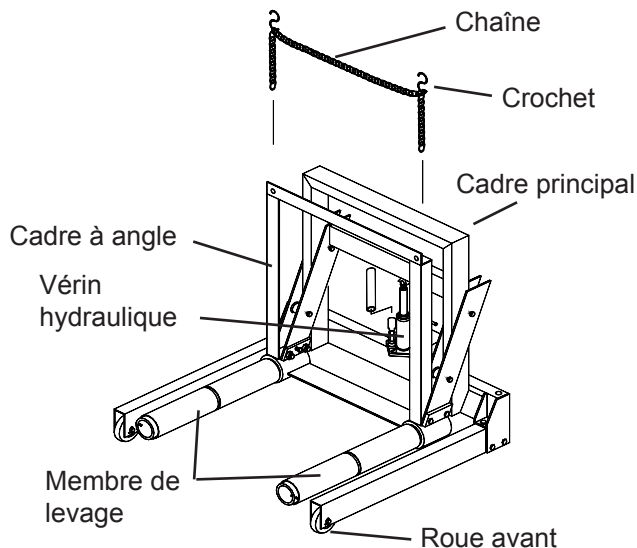

Figure 1 : Composants du chariot porte-roues 47050C
Assemblage 47050C (voir les figures 1 et 3)
3. Afin de vous familiariser avec le fonctionnement de base du produit, placez le vérin hydraulique en position verticale comme montré aux figures 1 et 2, enclenchez la soupape de surpression avec l'encoche de la poignée, puis tournez la soupape :
5. Mettez le vérin hydraulique sur le chariot comme montré aux figures 1 et 2. Positionnez-le de manière à ce que le point d'appui s'accouple avec la forme du point de contact.